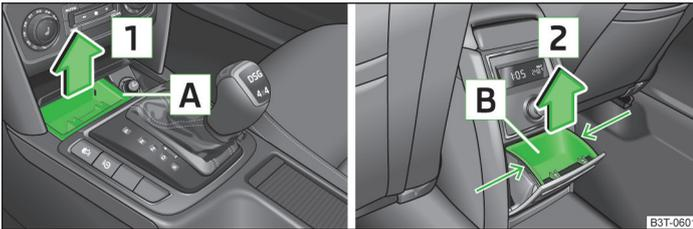

Abb. 68 Mittelkonsole: Aschenbecher vorn / hinten
- Den Aschenbechereinsatz im Bereich **A** » Abb. 68 fassen und in Pfeilrichtung **1** herausnehmen.
- Den Aschenbechereinsatz **B** » Abb. 68 im mit Pfeilen gekennzeichneten Bereich fassen und in Pfeilrichtung **2** herausnehmen.